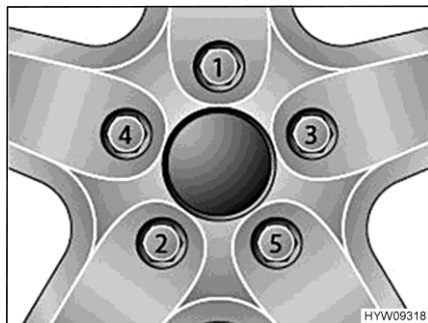

Fig. 113 Apretar las tuercas o los tornillos de las ruedas en forma de cruz
- Apretar las tuercas de rueda o los tornillos de rueda en el orden indicado en Fig. 113. Para ello, usar una llave dinamométrica y cumplir con el par de apriete especificado (véase apartado 14.5).
- Comprobar periódicamente que las tuercas o tornillos de las ruedas estén firmemente apretados. Volver a apretar las tuercas de rueda o los tornillos de rueda de una rueda cambiada después de 50 km. En esto, proceder en el orden indicado en Fig. 113.
- Al utilizar llantas nuevas o recién pintadas, reajustar además las tuercas o tornillos después de 1 000 a 5 000 km aprox. En esto, proceder en el orden indicado en Fig. 113.